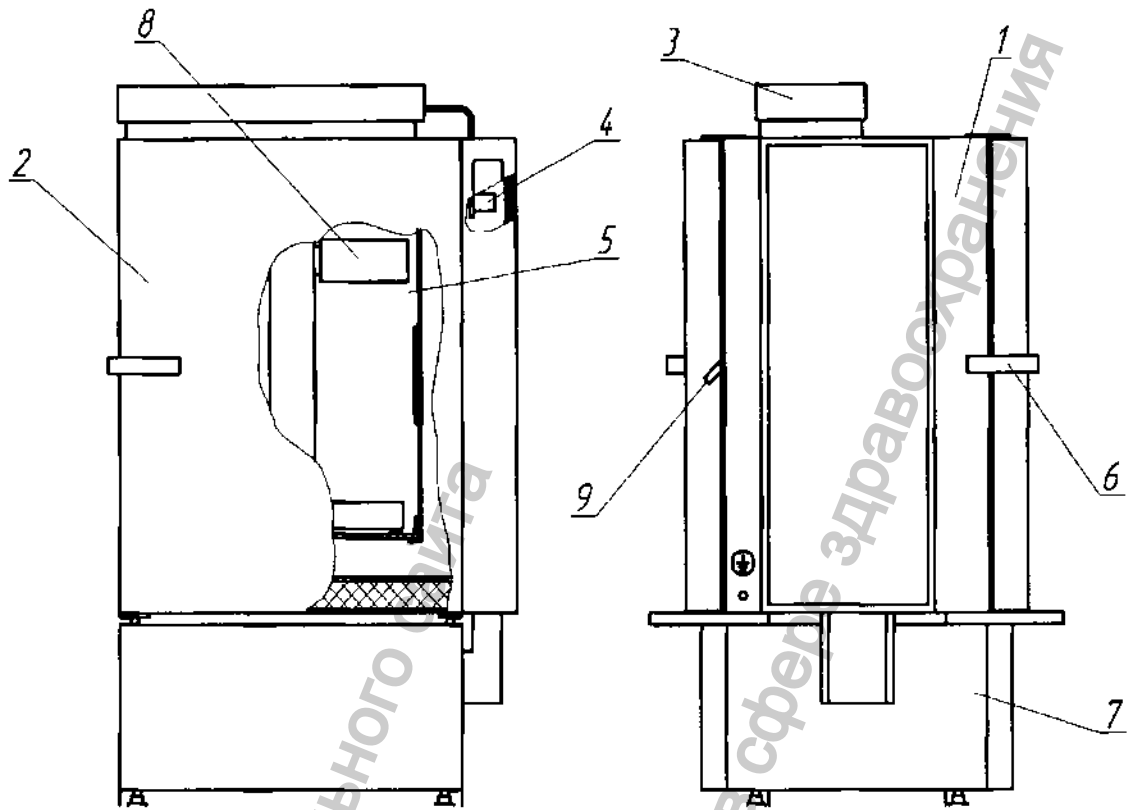
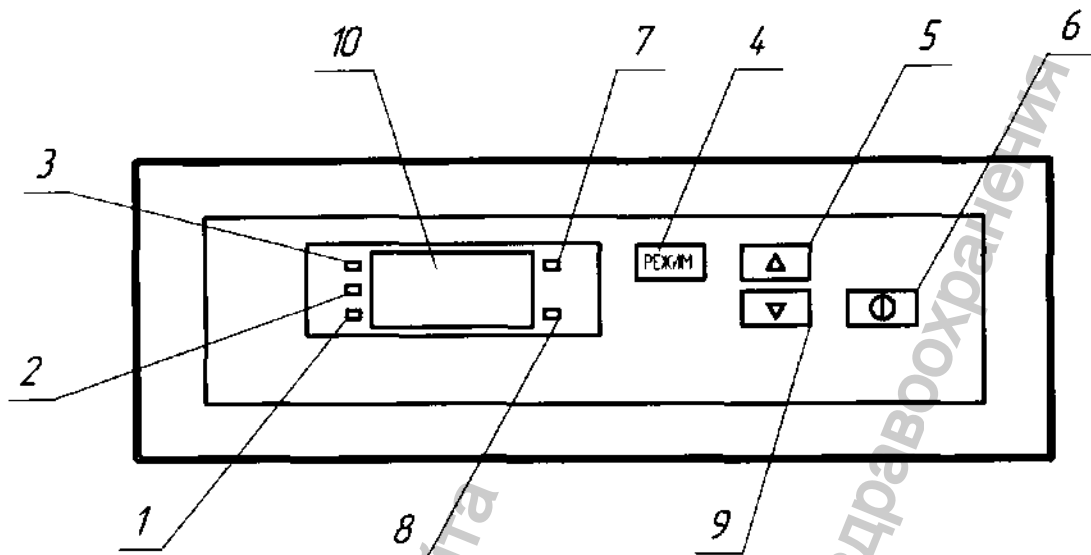
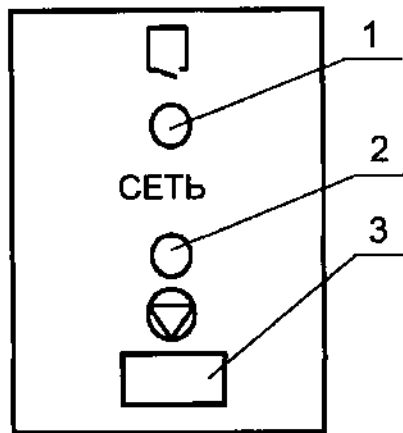

Рисунок 1 – Стерилизатор воздушный двудверный ГПД-320-“ПЗ”
Рисунок 2 – Расположение органов управления стерилизаторами на блоке управления
Рисунок 4 – Расположение органов управления стерилизатором на панели подставки.
Общий вид стерилизатора приведён на рис. 1.
Двери закрываются при помощи ручки (поз.6, рис.1).
После включения стерилизатора переводом автоматического выключателя (поз.9, рис.1) в положение " I ". На блоке управления загорится индикатор (поз.7, рис. 2), показывающий текущую температуру в стерилизационной камере.
Для запуска выбранной программы кратковременно (не более 2 сек) нажать на поле " " (поз.6, рис. 2). Стерилизатор перейдет в фазу «ПОДГОТОВКА». Информационное табло индицирует изменение температуры в камере. Происходит нагрев до установленного значения температуры.
При достижении заданной температуры стерилизатор переходит в фазу «СТЕРИЛИЗАЦИЯ». Включается светодиодный индикатор "СТЕРИЛИЗАЦИЯ" (поз.3, рис. 2), информационное табло попеременно индицирует время выдержки и текущую температуру в камере. Происходит выдержка при заданной температуре, по истечении которой стерилизатор переходит в фазу «ОХЛАЖДЕНИЕ».
В фазе «ОХЛАЖДЕНИЕ» индикатор продолжает показывать изменение температуры в камере и горит индикатор "ОХЛАЖДЕНИЕ" (поз.2, рис. 2). Температура в камере падает. При понижении температуры до 75°C гаснет индикатор "ОХЛАЖДЕНИЕ", загорается индикатор "ВЫГРУЗКА" (поз.1, рис. 2) и звучит прерывистый звуковой сигнал, который выключается через 1 минуту.
ВНИМАНИЕ! НЕОБХОДИМО ПРОВЕРИТЬ НАПРАВЛЕНИЕ ВРАЩЕНИЯ КРЫЛЬЧАТКИ АКТИВАТОРА ВНУТРИ СТЕРИЛИЗАЦИОННОЙ КАМЕРЫ. ДЛЯ ЭТОГО ВКЛЮЧИТЬ СТЕРИЛИЗАТОР ПЕРЕВОДОМ АВТОМАТИЧЕСКОГО ВЫКЛЮЧАТЕЛЯ В ПОЛОЖЕНИЕ " I " (поз.9 , рис. 1) И НАЖАТЬ НА ПОЛЕ "ПУСК" (поз. 6 рис. 2). ЕСЛИ КРЫЛЬЧАТКА ВРАЩАЕТСЯ ПО ЧАСОВОЙ СТРЕЛКЕ, ТО НЕОБХОДИМО ПОМЕНИТЬ МЕСТАМИ ДВА ЛЮБЫХ ФАЗНЫХ ПРОВОДА ПИТАЮЩЕЙ СЕТИ.
2.3.2 Включить стерилизатор переводом автоматического выключателя (поз. 9, рис. 1) в положение " I " На блоке управления загорится индикатор отображения температуры (поз. 7, рис. 2), и на информационном табло (поз. 10, рис. 2) отображается текущая температура в стерилизационной камере.
Кратковременно (не более 2 сек.) нажать на поле "  " (поз. 6, рис. 2), при этом включится вентилятор принудительной циркуляции воздуха внутри стерилизационной камеры. Информационное табло показывает изменение температуры.
2.3.5 При достижении температуры заданного режима включается светодиодный индикатор "СТЕРИЛИЗАЦИЯ" (поз.3, рис. 2), а на информационном табло попеременно отображаются температура в камере и время работы в выбранном режиме. При необходимости процесс можно прервать, нажав на поле "⏏" (поз.6, рис.2) на блоке управления и удерживая в течение не менее 3 секунд.
2.3.6 После окончания времени стерилизации заданного режима гаснет запытая на дисплее индикации температуры и индикатор "СТЕРИЛИЗАЦИЯ". Индикатор температуры продолжает показывать изменение температуры в камере. Температура в камере падает. Загорается индикатор "ОХЛАЖДЕНИЕ" (поз.2, рис. 2).
2.3.7 При понижении температуры до 75°C гаснет индикатор "ОХЛАЖДЕНИЕ", загорается индикатор "ВЫГРУЗКА" (поз.1, рис. 2), выключается электродвигатель принудительной циркуляции воздуха, звучит непрерывный звуковой сигнал, который выключится через одну минуту. Нажать на поле "⏏" и удерживать в течение не менее 3 секунд. В случае аварийного отключения напряжения питания при последующем включении стерилизатора необходимо обнулить процессор нажатием и удерживанием в течение не менее 3 секунд поля "⏏".
2.3.9 По окончании работы стерилизатор выключить переводом автоматического выключателя в положение "О" (поз.9, рис.1).
2.3.12 Для удобства управлением стерилизатора на панели подставки со стороны зоны выгрузки находится кнопка "СТОП" (поз.3, рис.4), дублирующая поле "СТОП" (поз.6, рис.2) на блоке управления, а также индикатор включения стерилизатора (поз.2 рис.4) и индикатор "ВЫГРУЗКА" (поз.1, рис.4) сигнализирующий об окончании режима стерилизации.